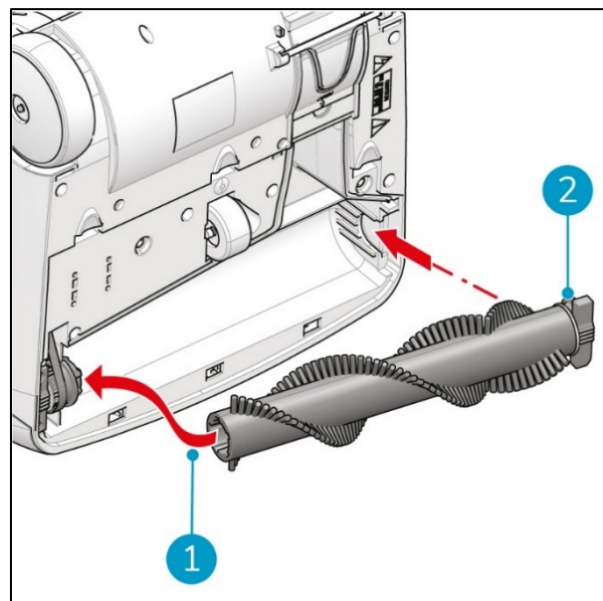

Figura 27
6. Coloque a nova escova rotativa, começando no lado da correia de acionamento (Figura 27, posição 1). Certifique-se de que as ranhuras na escova estão alinhadas com os cames da roda motriz.
7. Faça deslizar a escova e encaixe-a no outro lado (Figura 27, posição 2). Quando ouvir um clique, significa que esta está bloqueada.